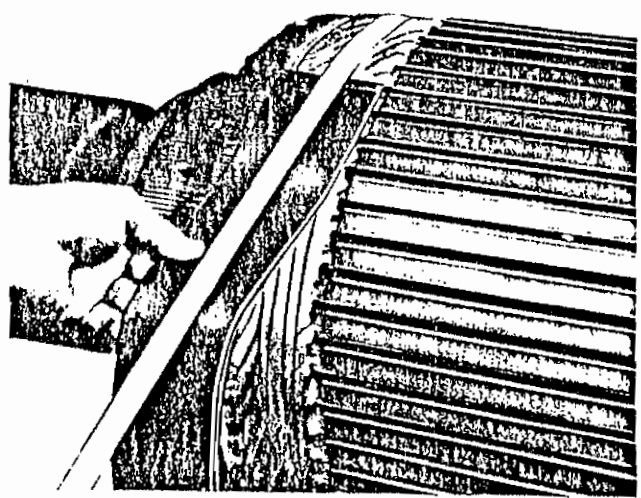

Fig. 26. Aplicación de la banda de aislación de mica sobre las bobinas del extremo del conmutador
- a. Aplíquese la banda de aislación de mica sobre las bobinas correspondientes al extremo del conmutador y asegúrense con cinta de vidrio (véase la Fig. 26).